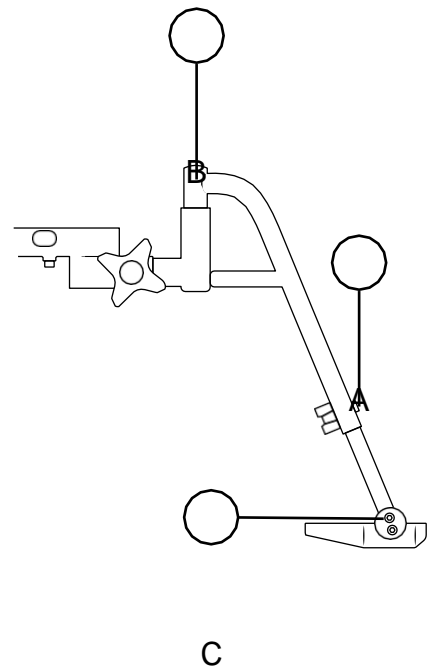

Fig. 5.56. Supporto della gamba trasversale.
I poggiamambe trasversali possono essere rimossi senza attrezzi e possono essere orientati lateralmente. I poggiamambe sono regolabili in altezza (A), nell'angolo del poggiamambe (B) e nell'angolo del poggiapiedi (C), cfr. Fig. 5.56.